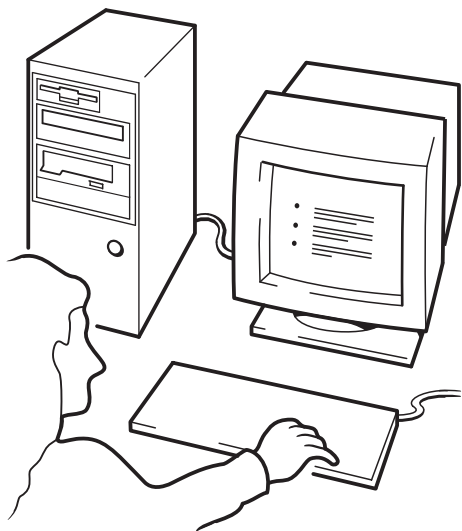

Figura 12c: utilizzo di HP OBDR, fase 3
- 3 Seguire le istruzioni visualizzate per configurare il sistema operativo (vedere la figura 12c). Le istruzioni variano in base al software utilizzato per il backup. Di solito è sufficiente accettare le risposte predefinite per tutte le richieste di impostazioni e limitarsi a premere <Invio>.